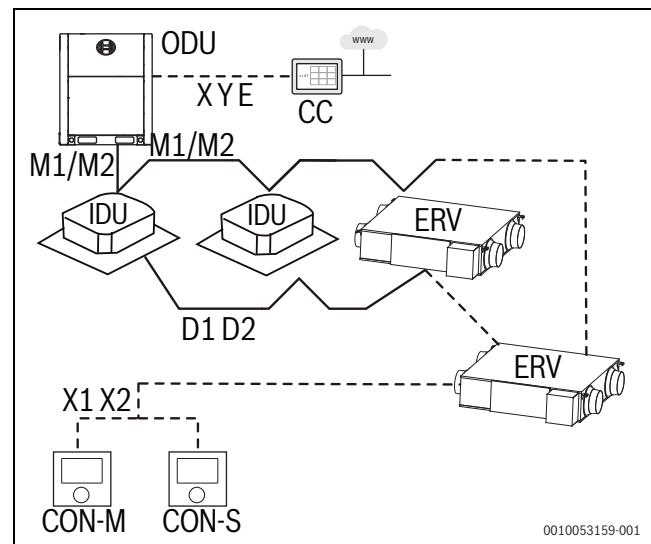

Fig. 18 ERV multiple con una o più unità interne
- Gruppo di max 16 unità ERV combinate o unità interne normali gestite da uno o due termoregolatori (master/slave) (→ fig. 18).